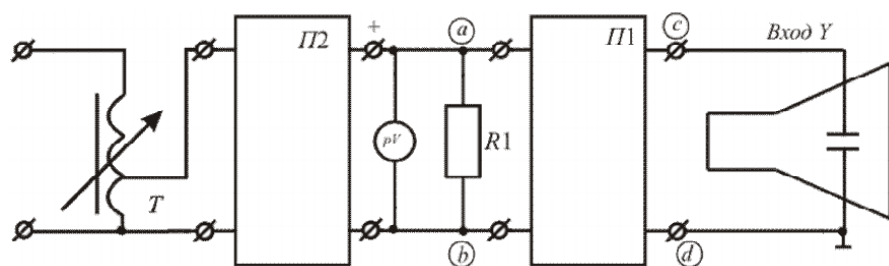

Рис. 7.3.
9. Соберите цепь по схеме рис. 7.3, добавив сглаживающий фильтр П1 (фильтр второй гармоники).